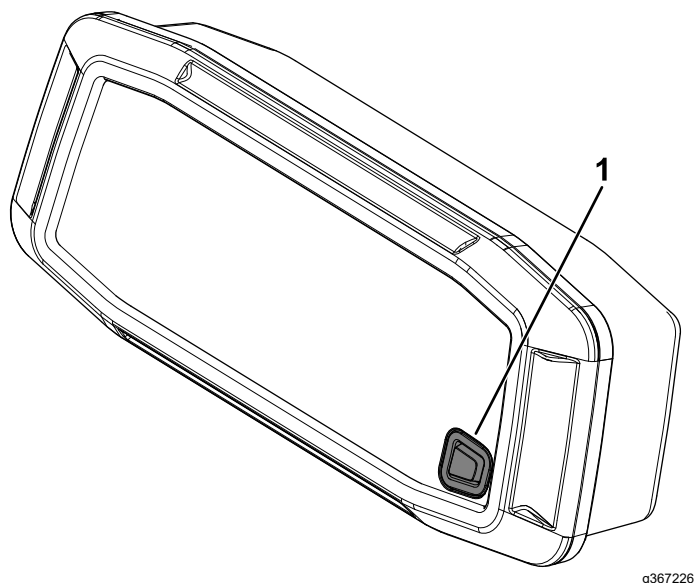

Figura 66
3. Con el motor en funcionamiento y sin pisar el pedal del freno, mantenga pulsado el botón de pantalla durante 10 segundos (Figura 66).